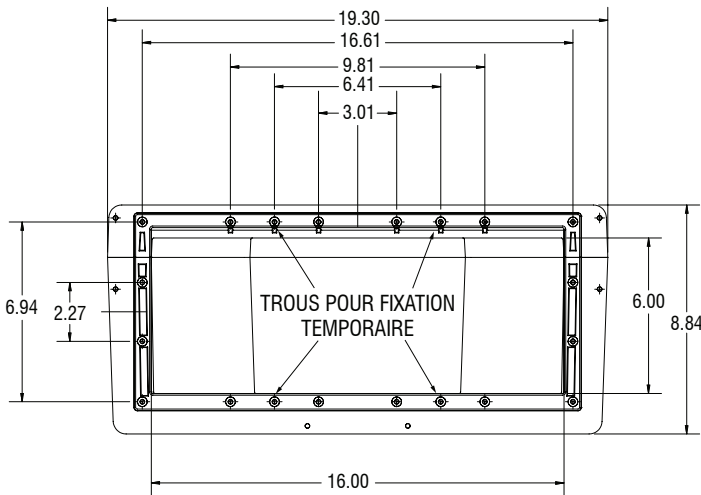

FIGURE 1
indiqué sur la (fig. 1):
1. Percer et couper la section du panneau mural selon les dimensions (fig. 1).
5. Aligner le deuxième joint et la plaque frontale. Fixer fermement la face de l'écumoire à l'aide des (16) vis à tête plate de 1" de long. S'il s'agit d'une piscine avec toile en vinyle, percez la toile à travers les trous de la plaque frontale, un à la fois, avant d'insérer les vis. Les vis doivent traverser la plaque frontale, le joint d'étanchéité, la toile, le panneau mural, le joint d'étanchéité et la face de l'écumoire, strictement dans cet ordre.